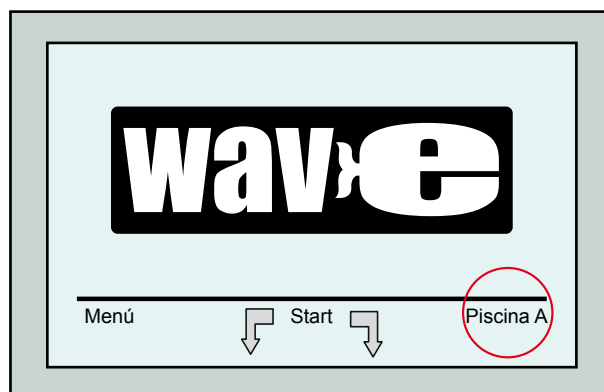

Figura 8: Ecrã *Wave* mostrando a **Piscina A** como a configuração padrão
- Ligue a fonte de alimentação. O ecrã do MMI Wave (Figura 8) abre na janela inicial.
1. Vá para o ecrã *Wave*. "Pool A" aparece como a configuração atualmente definida conforme mostra a Figura 8.
1. A partir do ecrã *Wave*, pressione a configuração de piscina atualmente exibida do lado direito do ecrã (veja a Figura 8) para abrir o ecrã *Perfil da Piscina*.